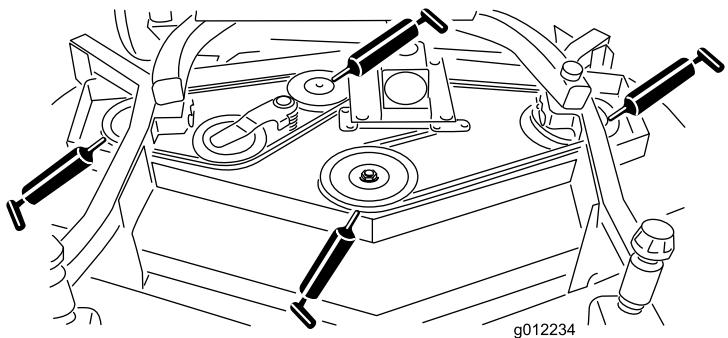

図 16
- スピンドルのシャフトのベアリング3ヶ所ブーリーの下(図 16)
\(図 16\)